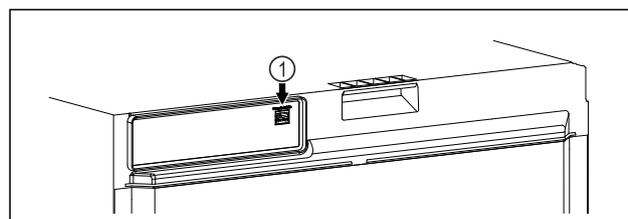

Fig. 112
- SmartModule Fig. 112 (1) è inserito.